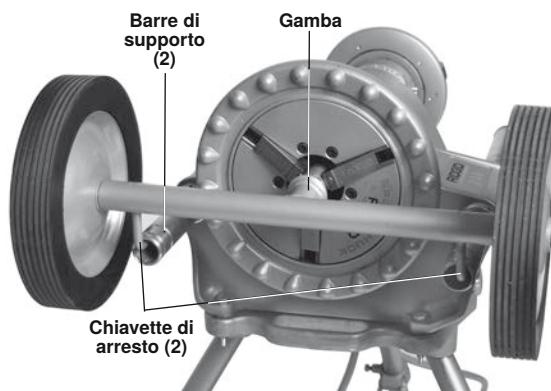

Figura 28 – Installazione del trasportatore n. 32
- Inserire la gamba del Trasportatore n. 32 nel mandrino anteriore dell'Unità di potenza 300; le chiavette di arresto devono trovarsi alle estremità delle barre di supporto. Serrare correttamente il mandrino sulla gamba del trasportatore (*Figura 28*).